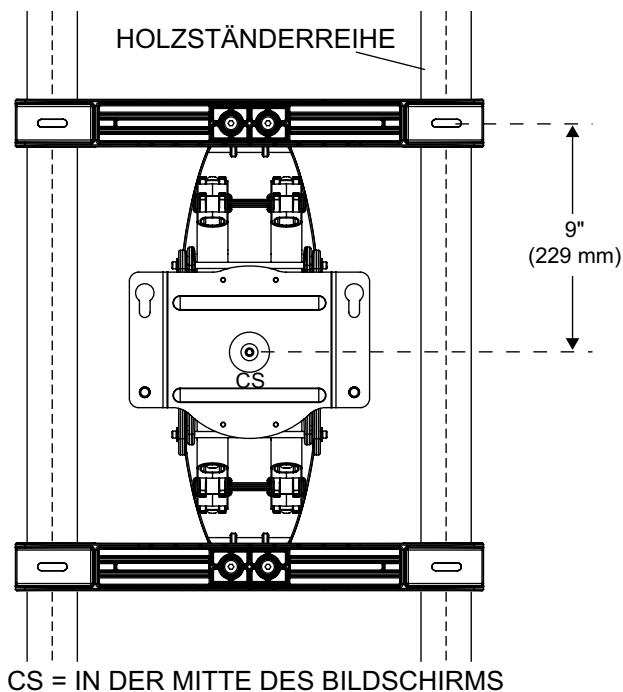
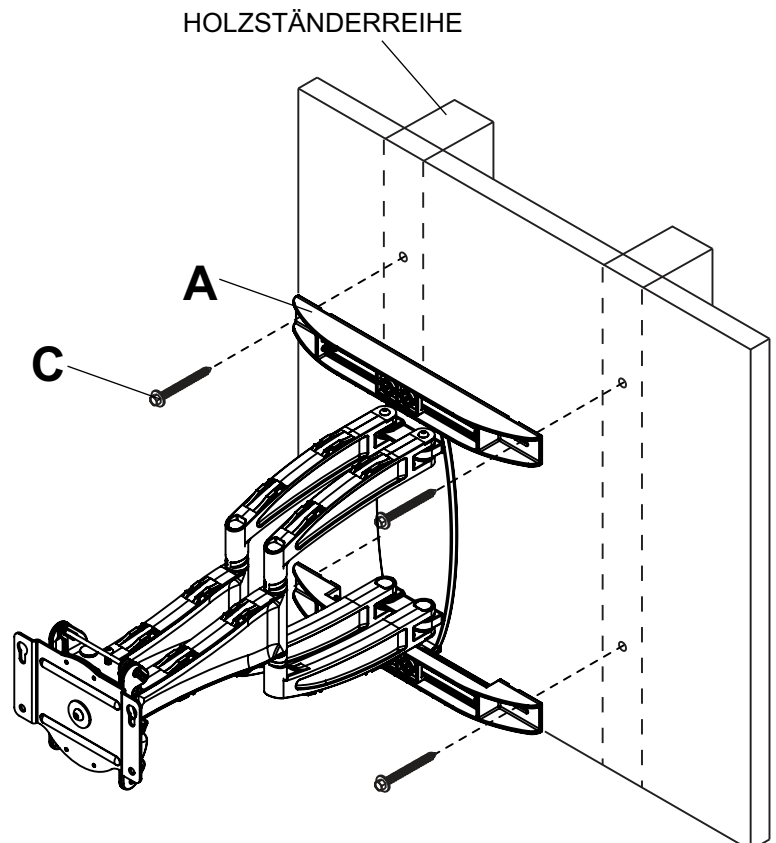

Abbildung. 2.1
Abbildung. 2.2
2 Bestimmen und markieren Sie die Kanten der Holzständer mithilfe eines Balkenfinders. Am besten eignet sich ein Balkenfinder mit genauer Kantenanzeige. Ziehen Sie unter Verwendung einer Wasserwaage eine senkrechte Linie entlang der Mitte jedes Ständers. Richten Sie die Wandplatte waagrecht an der Wand aus und markieren Sie die Mitte von vier Montagebohrungen in der Mitte der einzelnen Holzständer. Die oberen Montagebohrungen sollten sich wie in Abbildung 2.1 dargestellt 229 mm (9 Zoll) oberhalb der gewünschten Bildschirmmitte befinden. Bohren Sie vier Löcher mit einem Durchmesser von 5 mm (3/16 Zoll) und einer Mindesttiefe von 76 mm (3 Zoll). Befestigen Sie den Wandarm (A) mit vier Holzschrauben (C) wie in Abbildung 2.2 dargestellt an der Wand. Richten Sie die Wandplatte waagrecht aus und ziehen Sie dann alle Befestigungsteile fest.
- 2** Verwenden Sie die Wandplatte (A) als Schablone, um die Montagebohrungen zu markieren. Die oberen Montagebohrungen sollten sich wie in Abbildung 2.1 auf Seite 48 dargestellt 229 mm (9 Zoll) oberhalb der gewünschten Bildschirmmitte befinden. Bohren Sie vier Löcher mit einem Durchmesser von 10 mm (13/32 Zoll) und einer Tiefe von 76 mm (3 Zoll) wie in Abbildung 2.3 dargestellt. Stecken Sie Dübel (D) in die Löcher, bis sie bündig mit der Wand abschließen (siehe Abbildung rechts). Setzen Sie den Wandarm über die Dübel und befestigen Sie ihn mit den 5/16 x 3 Zoll Schrauben (C). Richten Sie ihn waagrecht aus und ziehen Sie dann sämtliche Befestigungsteile an.